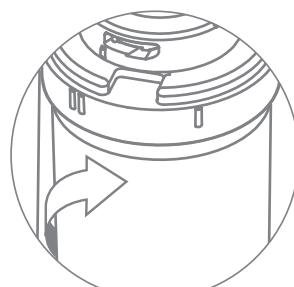
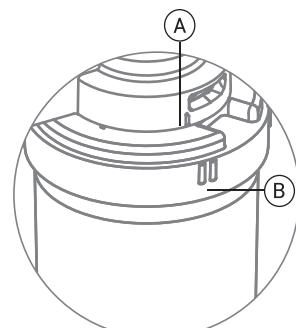

Рис. 5
Рис. 6
- Поверните картридж по стрелке до щелчка, как показано на (рис.5), чтобы совпали метка «I» (A) на скобе и метка «II» (Б) на картриidge (рис. 6).